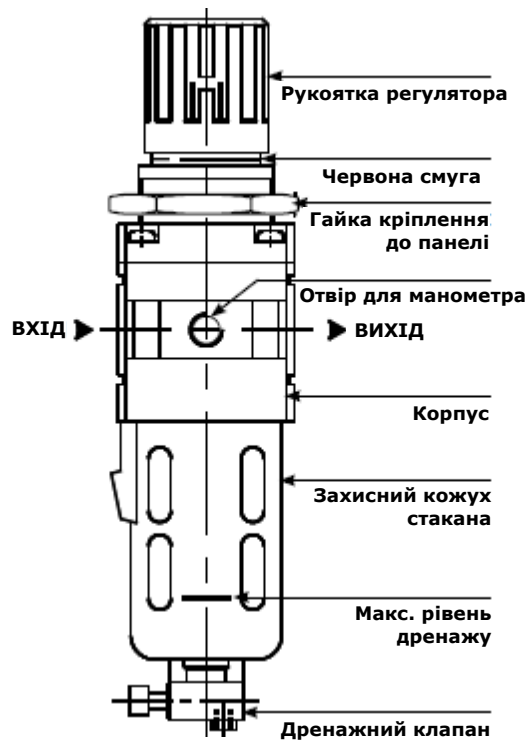

РИСУНОК 1
1. Щоб налаштувати регулятор, потягнути регулювальну рукоятку, поки не з'явиться «червона смуга» (індикаторне кільце) (рисунок 1).